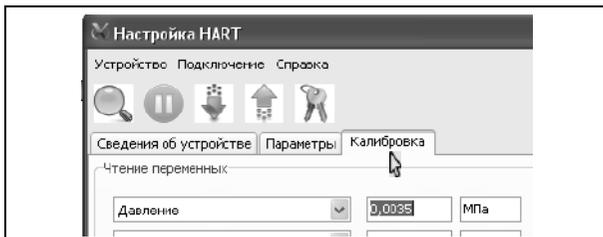

Рисунок E.26
- Перейдите во вкладку «Калибровка» программы «Настройка HART» (см. рисунок E.26).